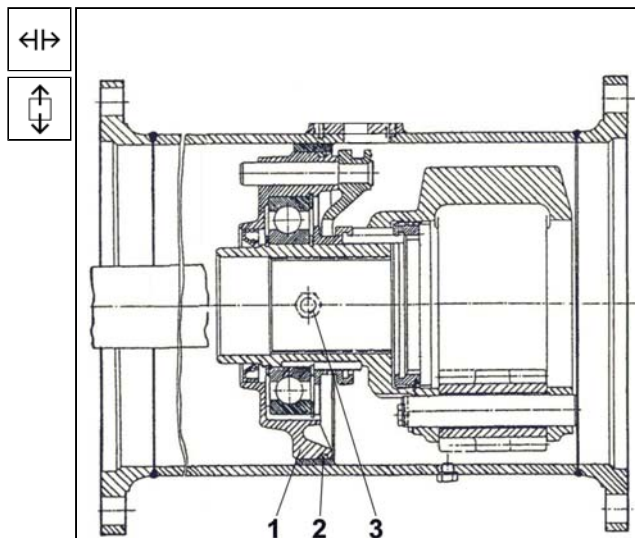

Рис. 6.16 Межколёсный дифференциал - снятие
6. Выделить профильное кольцо **2** из втулки **1** (Смт. Рис. 6.16).